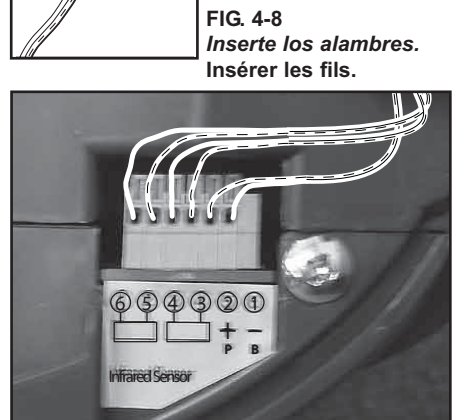

FIG. 4-8 Inserte los alambres. Insérer les fils.
- Corra los alambres del Safe T Beam® a través de la guía de alambres. Inserte el alambre en los agujeros terminales y oprima ligeramente en las pinzas de bloqueo anaranjadas arriba de cada agujero terminal. (Usted puede usar un lápiz o destornillador pequeño para alcanzar cómodamente y apretar ligeramente hacia abajo las pinzas de bloqueo.) Inserte los alambres blancos en los agujeros terminales 'pares' y los alambres estriados en los agujeros terminales 'nones' (Fig. 4-8).
- Achémener les fils Safe T Beam® par le guide de fil. Introduire le fil dans les trous de la borne et appuyer légèrement sur les clips de verrouillage orange au dessus de chaque trou de la borne. (Vous pouvez utiliser un crayon ou un petit tournevis pour atteindre et enfoncer légèrement les clips de verrouillage). Introduire les fils blancs dans les trous de la borne pairs et fils rayés dans les trous de borne impairs (Fig. 4-8).